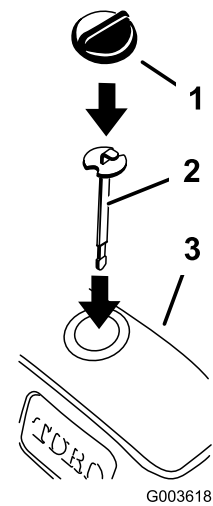

図 36
- 新しいディップスティックを取り付けて油量を点検する（図 36）。